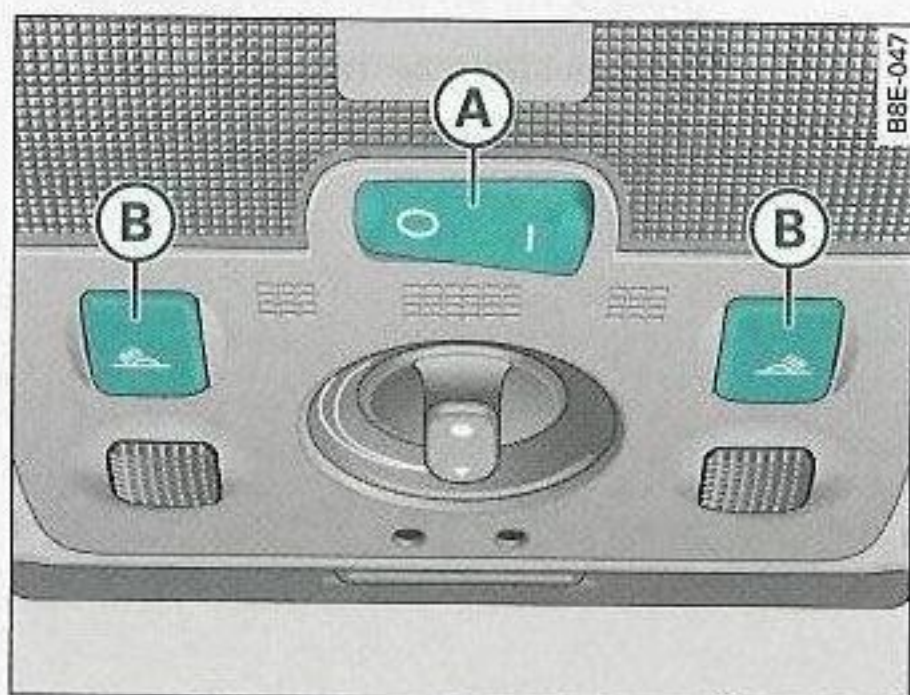

Fig. 66 Detalle del revestimiento del techo: iluminación delantera del habitáculo
El interruptor basculante (A) ⇒ fig. 66 para el manejo de la luz delantera del habitáculo tiene las siguientes funciones: